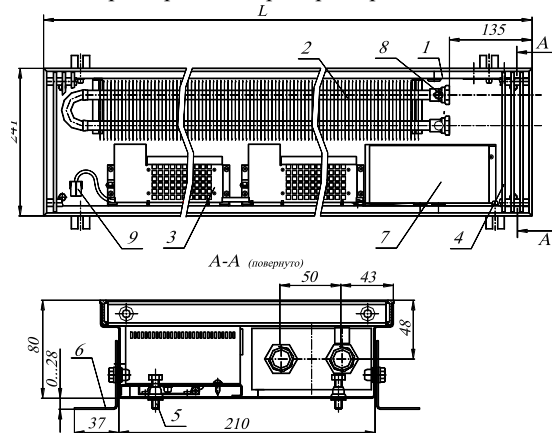

Рис.1 Конвектор КВК 24.08.060...300–ВКТр (ВРТр) - П
4.1. Конвектор имеет следующие основные части (см. рис.1):